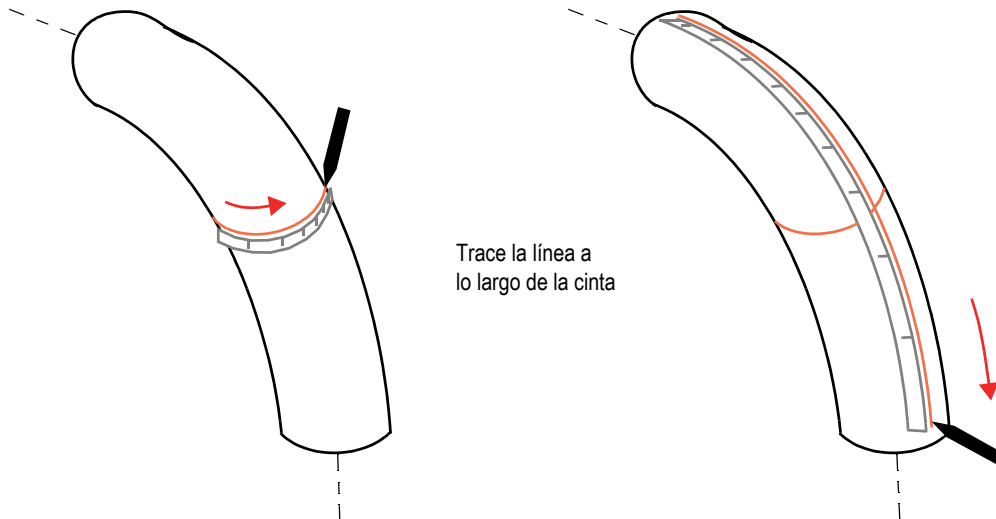

Figura 3-6 Trazado de posición cero (*izquierda*) y líneas de escaneo (*derecha*) en el codo
2. Determine la posición cero (mitad o parte central de la línea de escaneo); después, trace la línea cero perpendicularmente al eje longitudinal de la pieza usando la cinta magnética flexible como guía para cubrir la circunferencia (vea la ilustración izquierda en la Figura 3-6 en la página 41).
3. Coloque la cinta magnética flexible de manera que un flanco permanezca plana en el área más larga (trasdós) del codo o pieza; a continuación, trace la primera línea de escaneo paralelamente al eje longitudinal de la pieza (vea la ilustración derecha en la Figura 3-6 en la página 41).